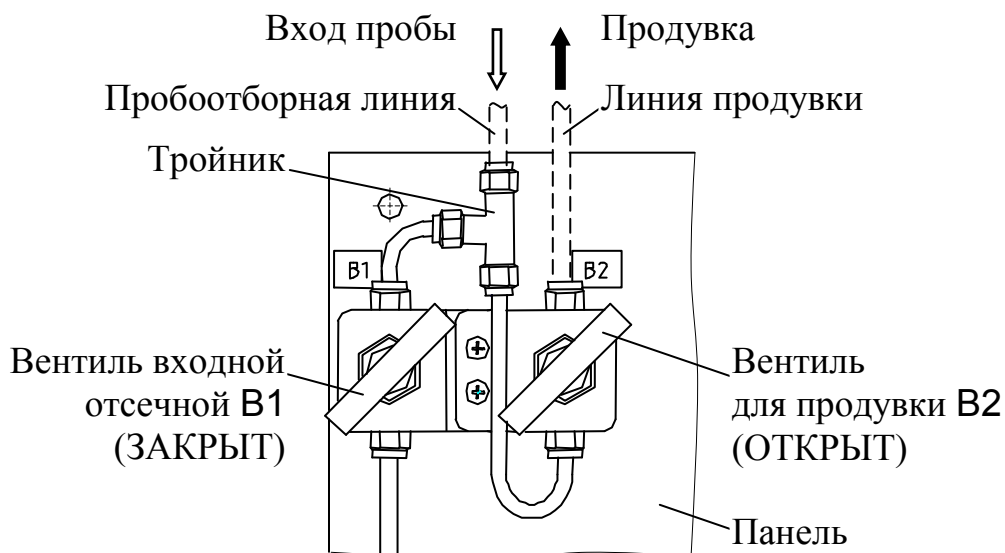

Рисунок 2.16 – Продувка пробоотборной линии
- убедиться, что вентиль В1 закрыт (рисунок 2.16);